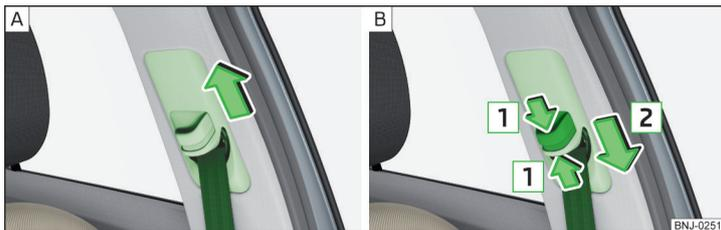

Fig. 5 Ajuste en altura del cinturón para los asientos delanteros
- > Desplazar la guía **hacia arriba** en sentido de la flecha >> fig. 5 - A.
- > **O bien:** Comprimir el seguro en el sentido de la flecha **1** y deslizar la guía **hacia abajo** en el sentido de la flecha **2** >> fig. 5 - B.